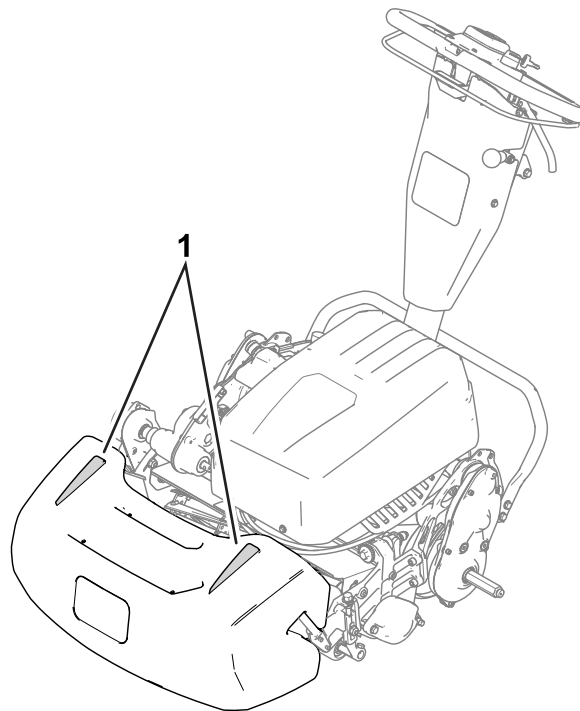

Figure 29
- Pour vous aider à travailler en ligne droite sur le green et à maintenir la machine à égale distance du bord de la passe précédente, servez-vous des bandes d'alignement sur le dessus du bac à herbe (Figure 29).